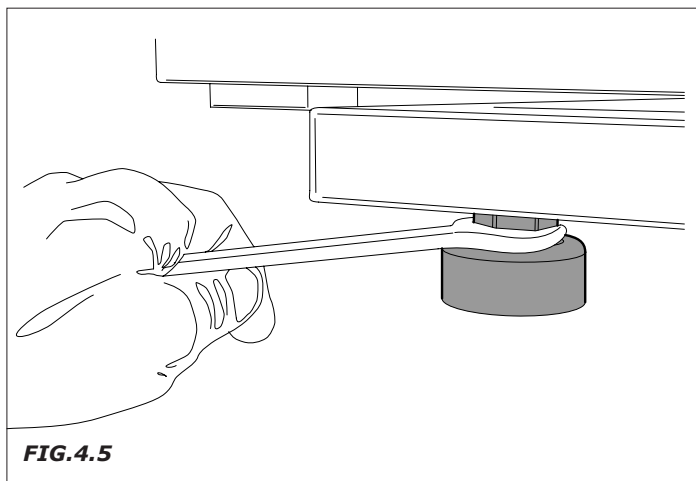

FIG.4.5
- Togliere la protezione di legno "paracolpi" che si trova tra i piedini ed il mobile, e riavvitare i piedini (Fig.4.5) senza le protezioni di plastica (N.B. il paracolpi di legno è presente solo nella macchina destinata all'esportazione).